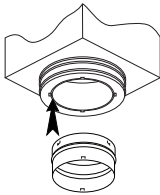

Figure 3
- Adaptateur à fixation à ressort (Figure 3)